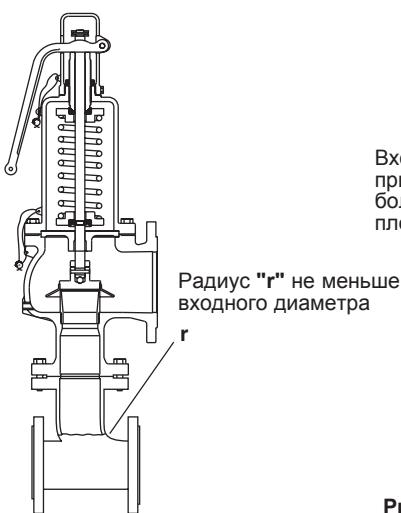
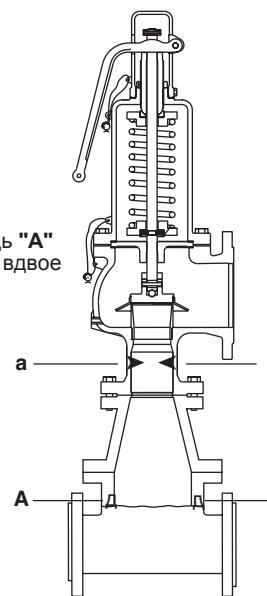

Рис. 7
Рис. 8
5.4 Входное соединение не должно быть меньше Du входа клапана.(см. Рис.7 и 8)
Вход показан на Рис. 7 или Рис. 8.